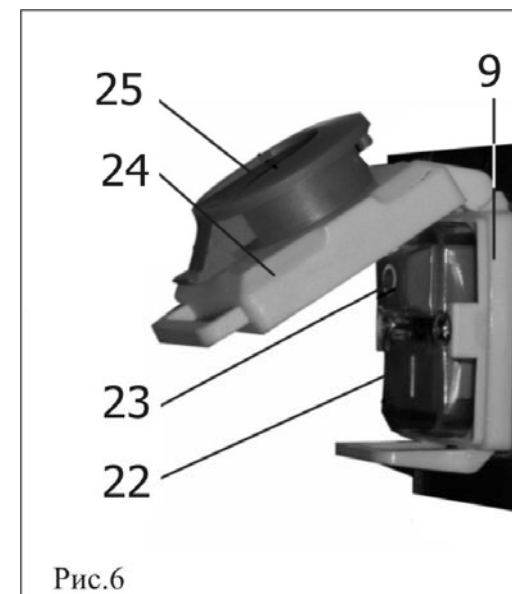
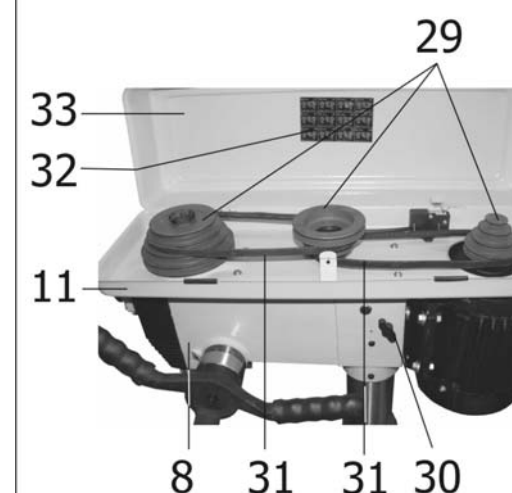
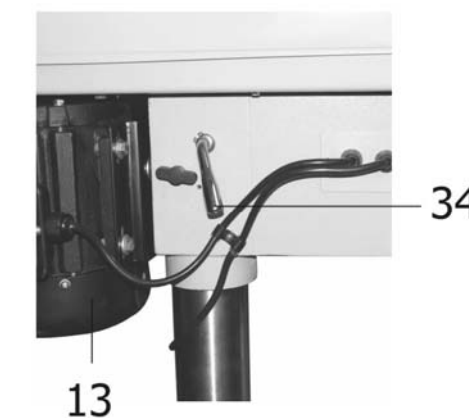

Рис.6
Рис.8
Рис.9
10.2. Перед тем как включить станок, проверьте, закрыта ли крышка (33) кожуха ременной передачи (11), Рис.8. Ключ к сверлильному патрону (Р), Рис.1, не должен оставаться в сверлильном патроне (6), Рис.2. Режущий инструмент в сверлильном патроне (6) должен быть хорошо зажат. Если режущий инструмент не установлен, то кулачки сверлильного патрона (6) должны быть сведены, Рис.2.
10.3. Станок оснащен магнитным пускателем, предотвращающим самопроизвольное включение после отключения питания. Магнитный пускатель (9), Рис.6, закрыт защитной крышкой (24) и заблокирован кнопкой (25), предотвращающей самопроизвольный пуск станка после нажатия на кнопку (25), Рис.6. При закрытой крышке (24) станок автоматически отключается от питания; станок можно включить только после открытия крышки (24) и нажатия зеленой кнопки (22). Отключение станка производится нажатием на красную кнопку (23), Рис.6. В случае необходимости экстренного отключения станка, следует нажать на красную кнопку (25), в результате чего произойдет отключение питания станка, Рис.6.
10.6. При открытии крышки (33) кожуха ременной передачи (11), Рис.8, станок должен отключиться. Повторное включение станка возможно после закрытия крышки (33) кожуха ременной передачи (11), Рис.8 и вторичного нажатия на зеленую кнопку (23), Рис.6. (см. п.10.3.)
Скорость вращения шпинделя регулируется изменением положения клиновых ремней (31) на ступенях шкивов (29), Рис.8. Можно установить 12 скоростей вращения шпинделя. Схемы положения клиновых ремней (31) на шкивах (29) для 12 вариантов скоростных режимов показаны на наклейке (32), находящейся на внутренней стороне крышки (33) кожуха ременной передачи (11), Рис.8.
Для изменения скорости вращения шпинделя предварительно следует ослабить натяжение клиновых ремней (31), Рис.8. Для этого необходимо ослабить винты фиксации (30), расположенные симметрично с двух сторон шпиндельной головки станка (8), Рис.8. Затем с помощью ручки (34) переместите электродвигатель (13) в сторону режущего инструмента, Рис.9. Руководствуясь данными наклейки (32) на крышке (33) кожуха ременной передачи (11), необходимо установить ремни (31) на ступенях шкивов (29) в требуемые позиции, Рис.8. Натянув клиновой ремень с помощью ручки (34), Рис.9, можно переместив электродвигатель (13), Рис.9, в сторону от режущего инструмента и зафиксировать необходимое натяжение винтами фиксации (30) с двух сторон шпиндельной головки (8), Рис.8.